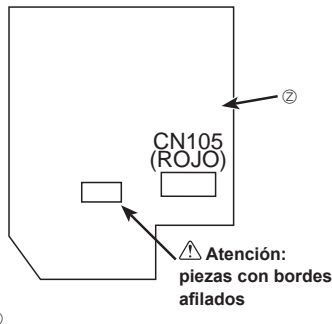

Fig. 6-6
- 14 Conector CN105 (ROJO) del panel del controlador interior. (Fig. 6-6)